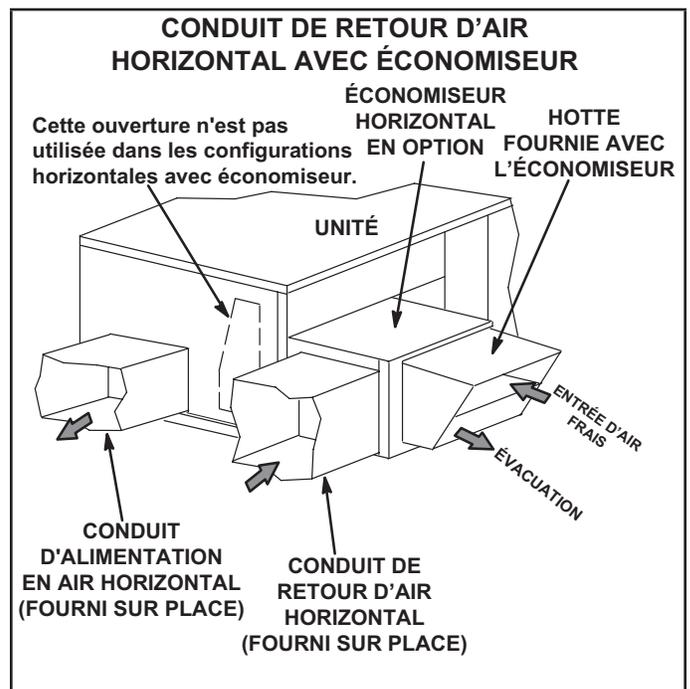

FIGURE 5
- 4 - Installez le conduit de retour d'air sur le côté air d'admission de l'économiseur horizontal. Reportez-vous à la FIGURE 5.